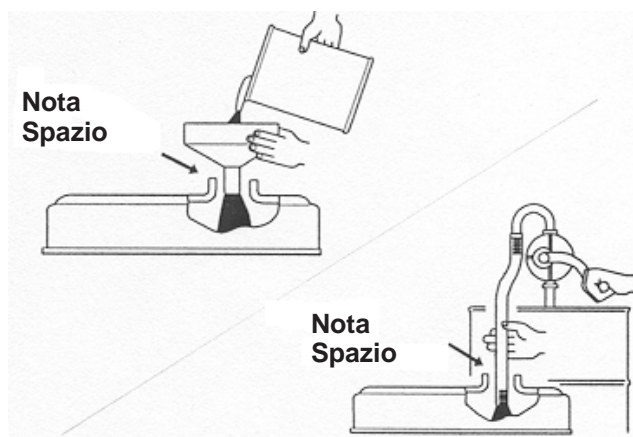

Figura 16
**Importante** Durante il versamento dell'olio nel motore, l'asta di livello non deve essere inserita. Quando rabboccate con olio motore o riempite di olio, lasciate uno spazio tra il dispositivo di versamento dell'olio ed il foro di riempimento nel coperchio della valvola, come illustrato nella Figura 16. Questo spazio è necessario per lo sfiato durante il rifornimento, e impedisce la fuoriuscita dell'olio nello sfiatatoio.